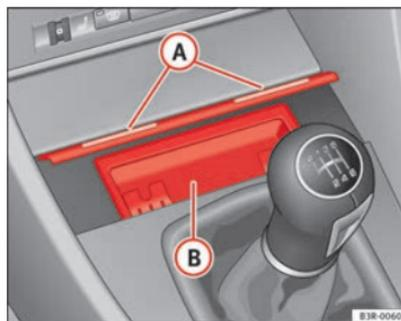

Fig. 122 Consola central: Cinzeiro aberto
- Premir brevemente a moldura frontal do cinzeiro (A) ⇒ Fig. 122. ▶
- Pegue na carcaça do cinzeiro (B) ⇒ Fig. 122 pelas reentrâncias laterais e retire-a puxando para cima.